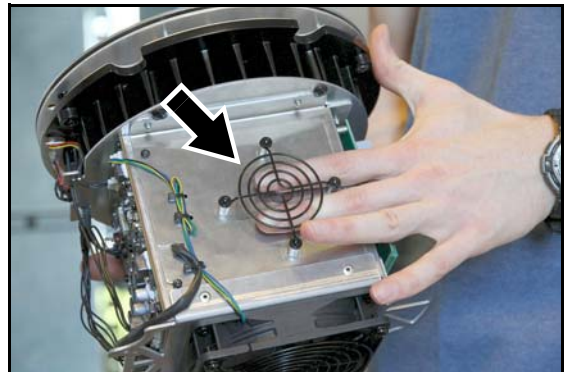

Bild 13: Halter für das Trockenmittel
3. Heben Sie das Leuchtenmodul aus dem Lampengehäuse (hierzu steht ein Spezialwerkzeug von Martin® zur Verfügung. Bitte wenden Sie sich bei Interesse an den Martin® Service). Siehe Bild 13. Nehmen Sie einen Beutel Trockenmittel aus seiner Schutzfolie. Befestigen Sie den Beutel mit einem Kabelbinder hinter dem Gitter (Pfeil) an der Seite des Moduls. Senken Sie das Leuchtenmodul in das Lampengehäuse.